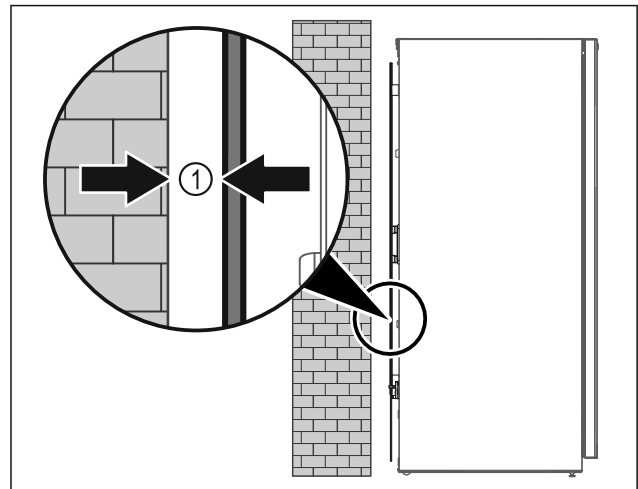

Fig. 7
- Posizionare l'apparecchiatura in un punto a piacere del locale (libera installazione) oppure addossato a una parete a una distanza minima di 5 mm Fig. 7 (1).